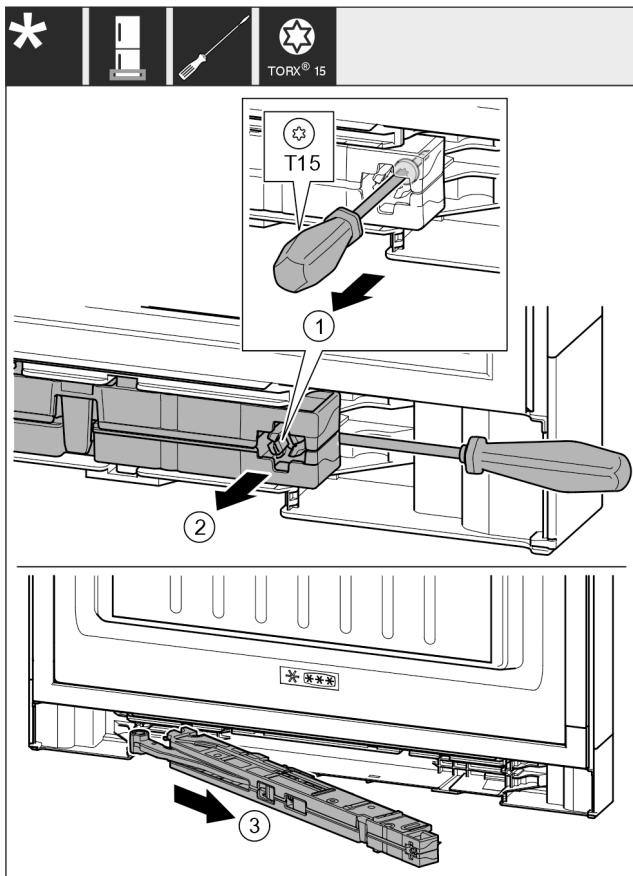

Fig. 17
- Atskrūvējiet durvju amortizatora mezglā skrūvi ar skrūvgriezi T15 apm. 14 mm. Fig. 17 (1)
- Ievietojet skrūvgriezi no roktura puses aiz durvju amortizatora mezglā. Pagrieziet mezglu uz priekšu. Fig. 17 (2)
- Izvelciet mezglu. Fig. 17 (3)